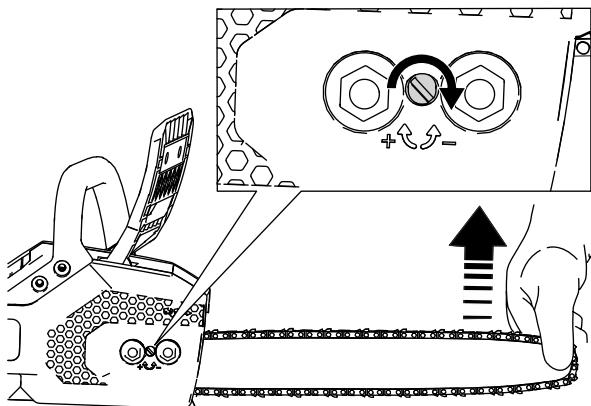

Figura 27
6. Segure a ponta da barra guia (Figura 27).
- **Para apertar a corrente**, rode o parafuso de tensionamento da corrente no sentido dos ponteiros do relógio (Figura 27).